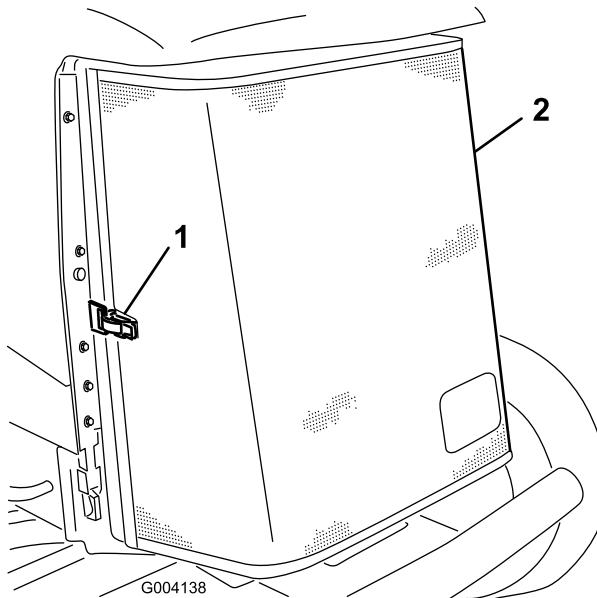

Figure 57
3. Déverrouillez l'attache et ouvrez la grille arrière (Figure 57).